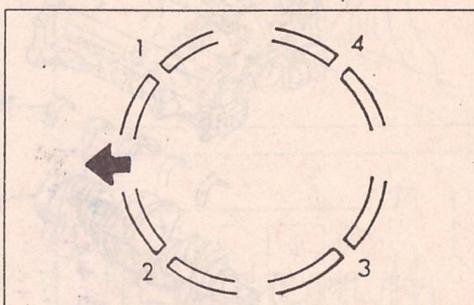

Рис. 63. Расположение замков колец по окружности поршня. Стрелка указывает на переднюю часть двигателя.
- Замки колец следует расположить так, как это показано на рис. 63. Поршни устанавливаются в цилиндры так, чтобы маркировка "F" на днище указывала на переднюю часть двигателя.